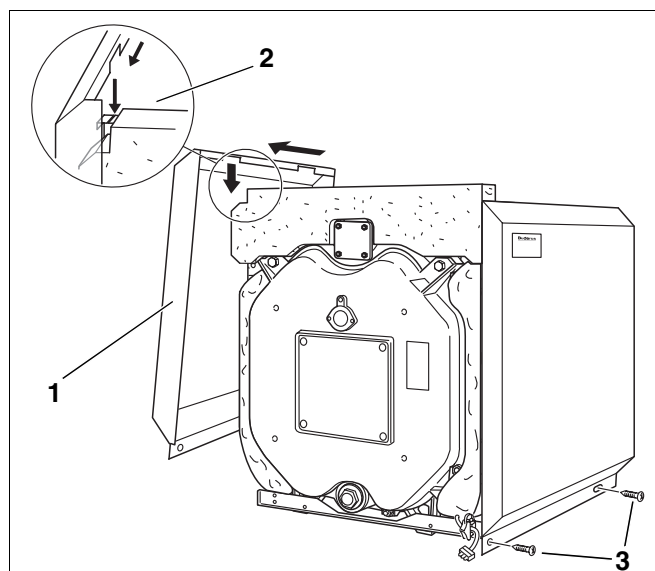

Fig. 35 Montasje – sidevegger
- Heng innsnittene i sideveggen (fig. 35, **pos. 1**) inn i åpningene i de øvre traversene (fig. 35, **pos. 2**) og skyv veggene fremover til anslag (se pilene i fig. 35).
- Skru sideveggene fast til de nedre traversene ved hjelp av to metallskruer hver (fig. 35, **pos. 3**).